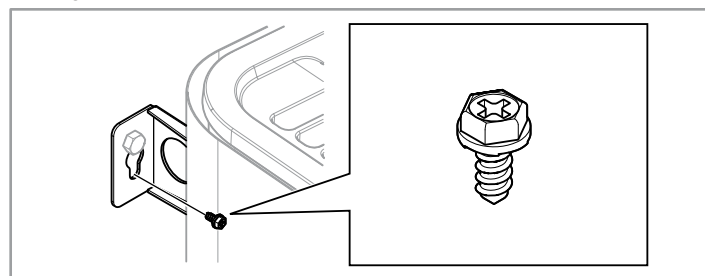

Fig. 15 : Vis de fixation du support
12. Immobiliser le poêle au moyen de la vis de fixation, voir la figure 15.